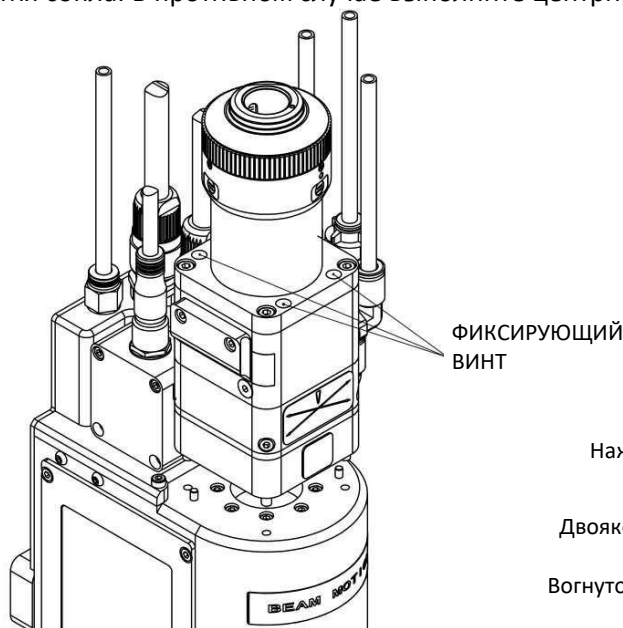

Рисунок 9 – Снятие коллиматорной линзы в сборе
- С помощью ключа для винтов с внутренним шестигранником открутите фиксирующие винты коллиматора (как показано на рис. 9). Изолируйте посадочное место коллиматора клейкой лентой во избежание попадания пыли;